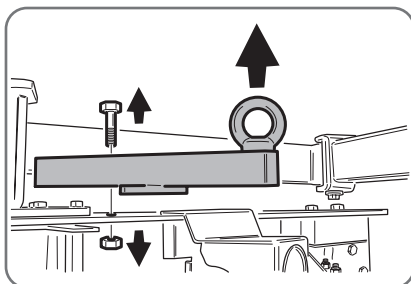

Fig. 3.3
- Retirer l'étrier de levage en dévissant les vis et les rondelles (Fig.3.3).